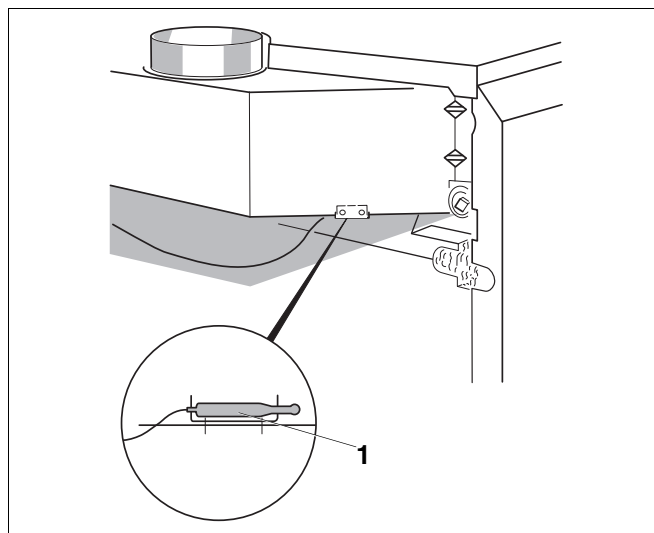

Рис. 36 Датчик температуры дымовых газов, система контроля дымовых газов AW 50 на Logano G334 WS
- Отверните крепление датчика температуры дымовых газов (Рис. 36, **поз. 1**) в прерывателе тяги.
- При работающей горелке удерживайте наконечник датчика температуры (Рис. 36, **поз. 1**) в середине потока дымовых газов.
- Установите датчик температуры дымовых газов (Рис. 36, **поз. 1**) на место.